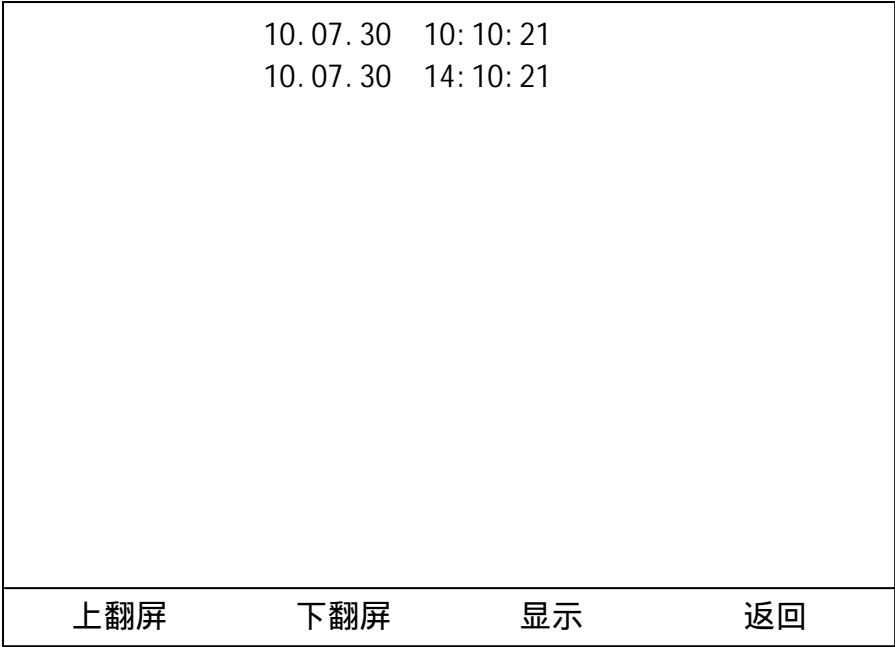

图 15
“调阅”按下后，仪器进入调阅历史数据界面，见图 15。
10、调阅历史数据：在图 9 设置操作主界面，按“调阅”显示历史数据调阅界面，如图 15 所示。